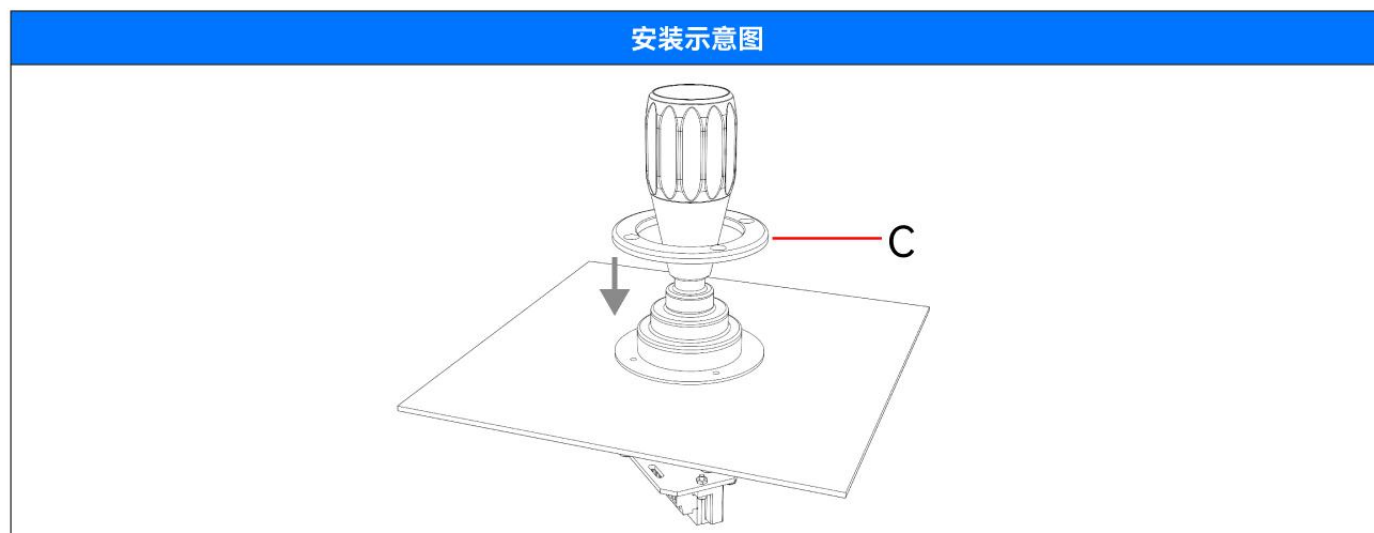

图3.2
2. 如图3.2，将C压环穿过操纵杆压在保护套上方，并对准螺孔。